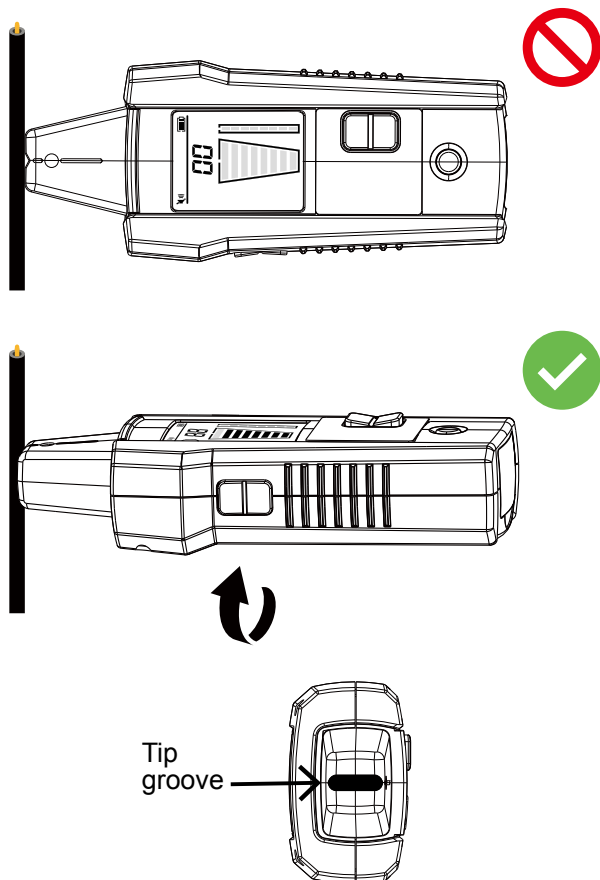

Figure 3.1d : Aligner la rainure du capteur de pointe
3. Pour de meilleurs résultats lors du traçage de fils sous tension, alignez la rainure sur le capteur de pointe avec la direction du fil comme indiqué dans la Figure 3.1d. Le signal peut ne pas être détecté si elle n'est pas alignée correctement. Pour vérifier la direction du fil, tournez de temps en temps le récepteur de 90 degrés. L'intensité du signal sera la plus élevée si le fil est aligné avec la rainure du capteur de pointe.